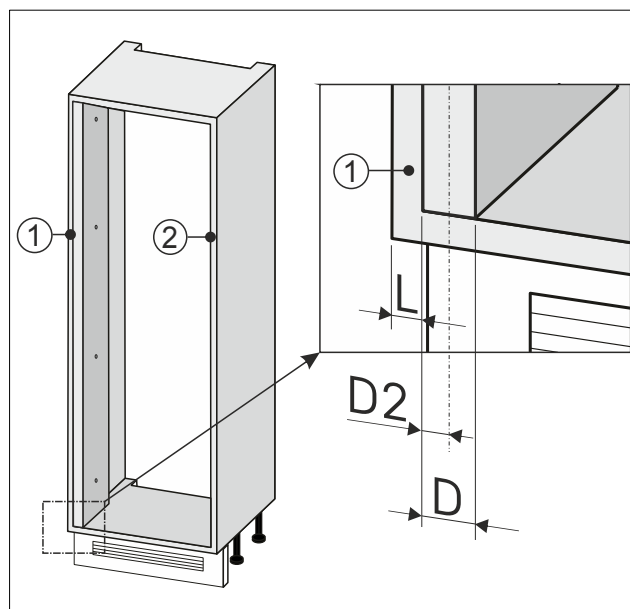

Fig. 94
- Annotare la metà della larghezza Fig. 94 (D2) dell'elemento di compensazione a parete.